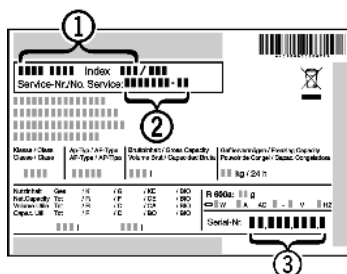

Fig. 79
- ▶ A készülék megnevezését Fig. 79 (1), a szerviz- Fig. 79 (2) és sorozatszámot Fig. 79 (3) a típustábláról olvassa le. A típustábla a készülék belsejében baloldalon található.